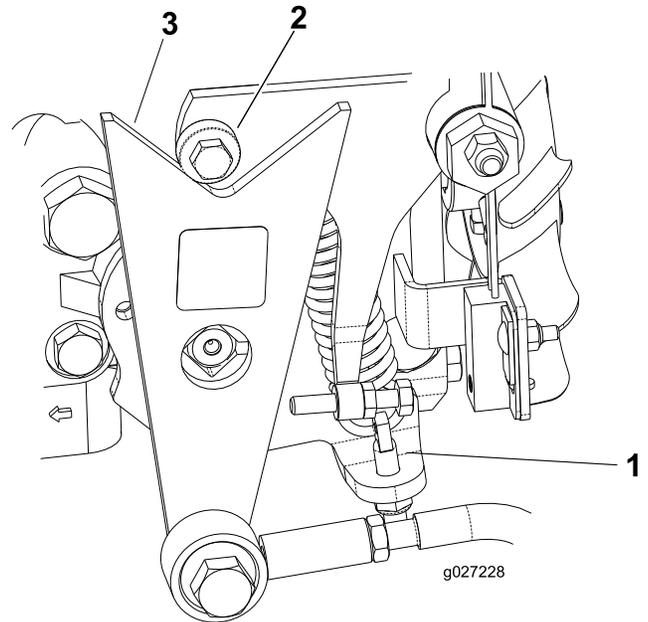

図 43
- 回転方向が正しければ、エンジンを停止し、スプリング調整ピンのロックナットの調整を行う 図 43。走行系統のニュートラル調整を行う 走行ドライブのニュートラル調整 (ページ 31)を参照。